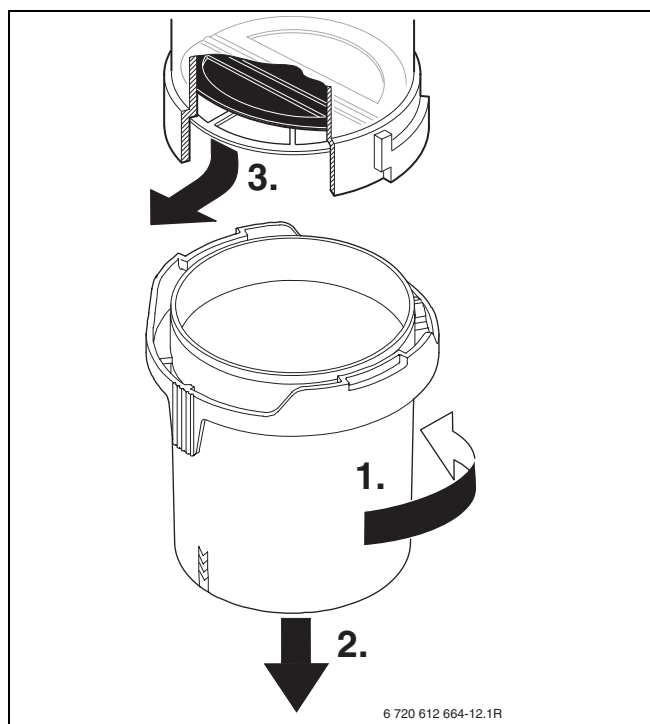

Fig. 67 Miscelatore aria /gas (posizione raffigurata in fig. 3, rif. 23)
- ▶ Aprire il miscelatore aria/gas (fig. 67, rif. 1 e 2).